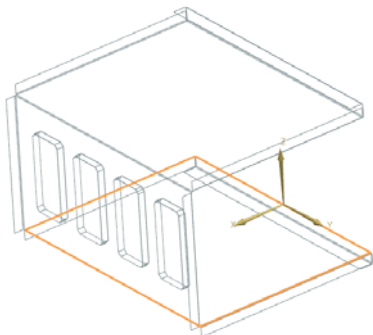

图 11-210 选择草图工作平面
(1) 选择“菜单(M)”→“插入(S)”→“冲孔(H)”→“凹坑(D)”，或者单击“主页”选项卡“凸模”面组上的“凹坑”按钮 ，打开“凹坑”对话框。单击“绘制截面”按钮 ，在视图区选择如图 11-210 所示的平面为草图工作平面。